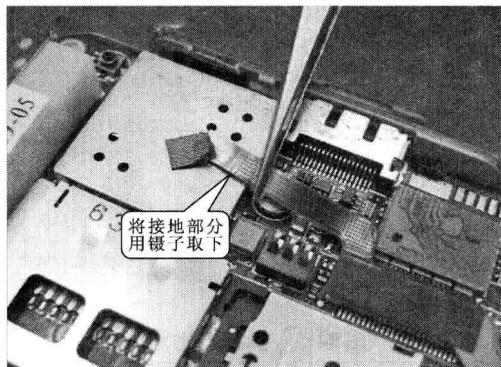

图 1-20 拆卸步骤⑱
步骤⑱ 拆卸按键板与主电路板，取下手机的电路板与按键板之间的连接部分，如图 1-20 所示。